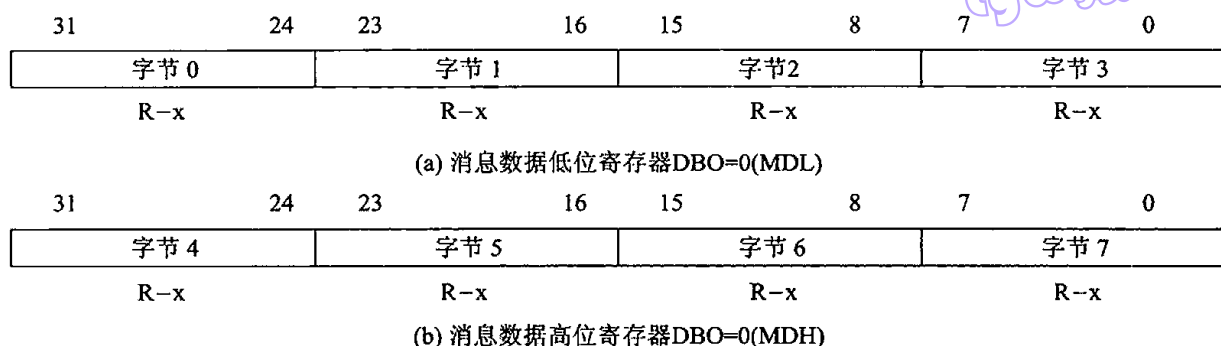

图 16-21 $\text{DBO}=0$ 时,消息数据在 MDL 和 MDH 寄存器中的存储顺序
► 当 $\text{DBO}(\text{CANMC}[10])=0$ 时,数据存储与读取都从 CANMDL 寄存器的最高有效位开始,到 CANMDH 寄存器的最低有效位结束,如图 16-21 所示。